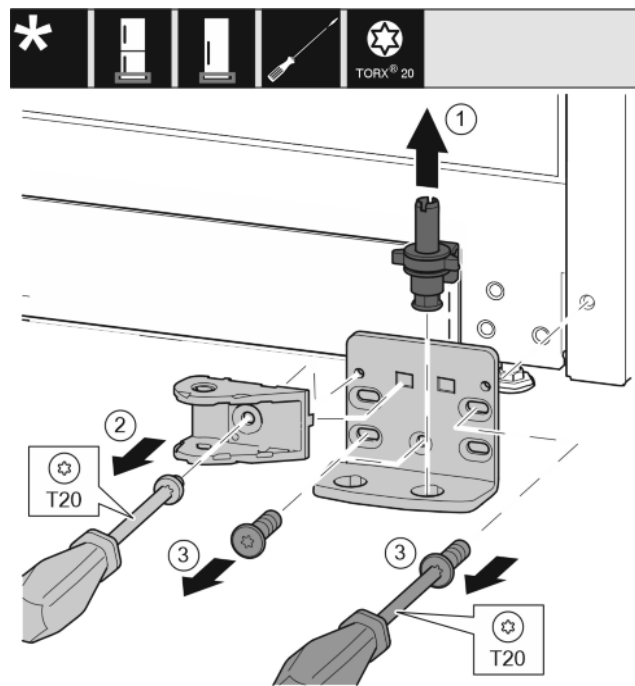

Fig. 27
- ▶ Izvucite podložak ležaja kompletno prema gore. Fig. 27 (1)
- ▶ Odvijačem T20 odvijte vijke i skinite spojni element prigušivača zatvaranja. Fig. 27 (2)
- ▶ Odvijačem T20 odvijte vijke i skinite podložak ležaja. Fig. 27 (3)